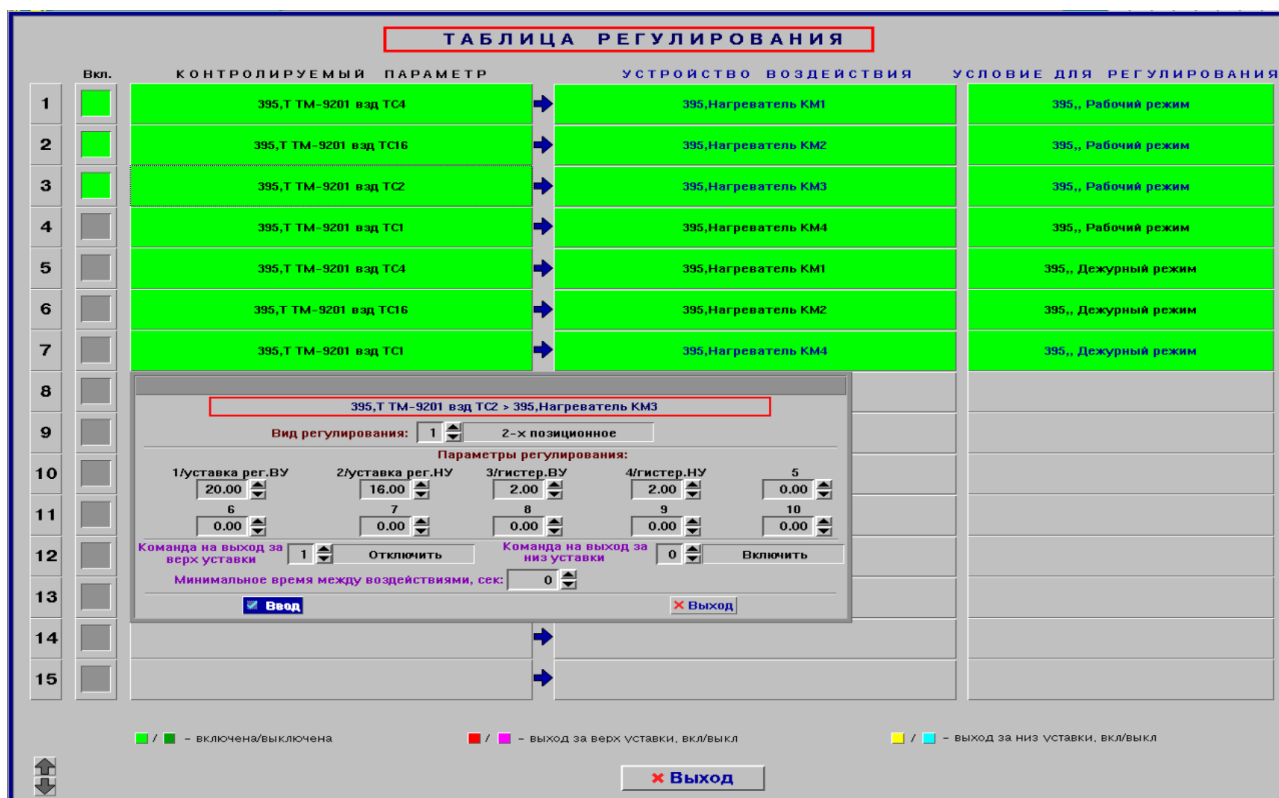

Рисунок 16 - Окно отображения таблицы регулирования
7.15.2 Для отображения действующей таблицы регулирования с состоянием каждого из них необходимо нажать клавишей «мыши» на кнопку «Регулирования» в окне выбора мнемосхем (пример, см. рис. 2). После этого на экране дисплея отобразится окно (пример, см. рис. 16), в котором будет представлена таблица регулирований установки. Управление таблицей (включение/отключение регулирования и т.п.) может быть выполнено только в том случае, если текущий пользователь обладает соответствующими правами. При отсутствии необходимых прав доступа таблица регулирований отображается только в режиме просмотра (горит красная рамка вокруг заголовка окна, управление заблокировано).
7.15.5 При нажатии клавишей «мыши» на прямоугольник контролируемого параметра будет отображено дополнительное окно (см. рис. 16), в котором можно изменить параметры регулирования.